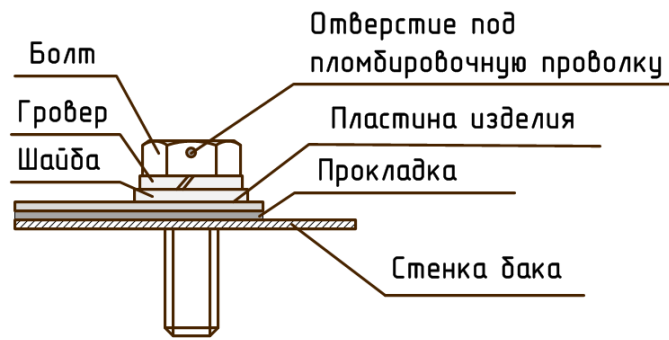
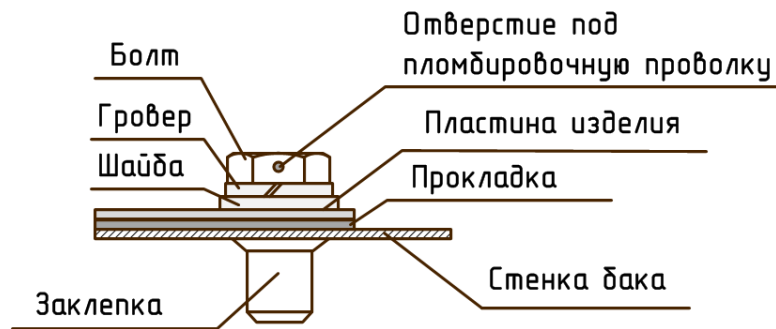

Рисунок 20
Рисунок 21
- 3) Закрепить изделие на баке болтами, предварительно надев шайбу и гровер, как показано на рисунке (Рисунок 20, Рисунок 21). Болты завинчивать ключом гаечным.